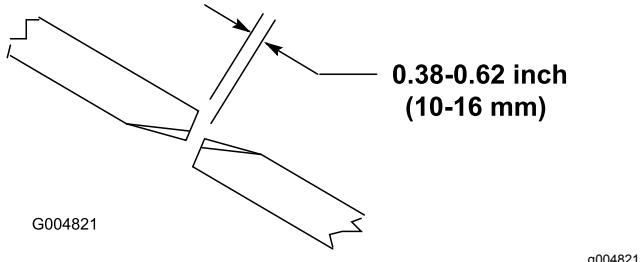

Figura 26
2. Gire una cuchilla central y una cuchilla lateral de manera que las puntas estén alineadas. Mida la distancia entre los extremos de las cuchillas (Figura 26).
Para asegurar la operación correcta de la carcasa de corte, debe haber una separación de 10–16 mm entre los extremos de las cuchillas de las carcassas de corte laterales y central (Figura 26).